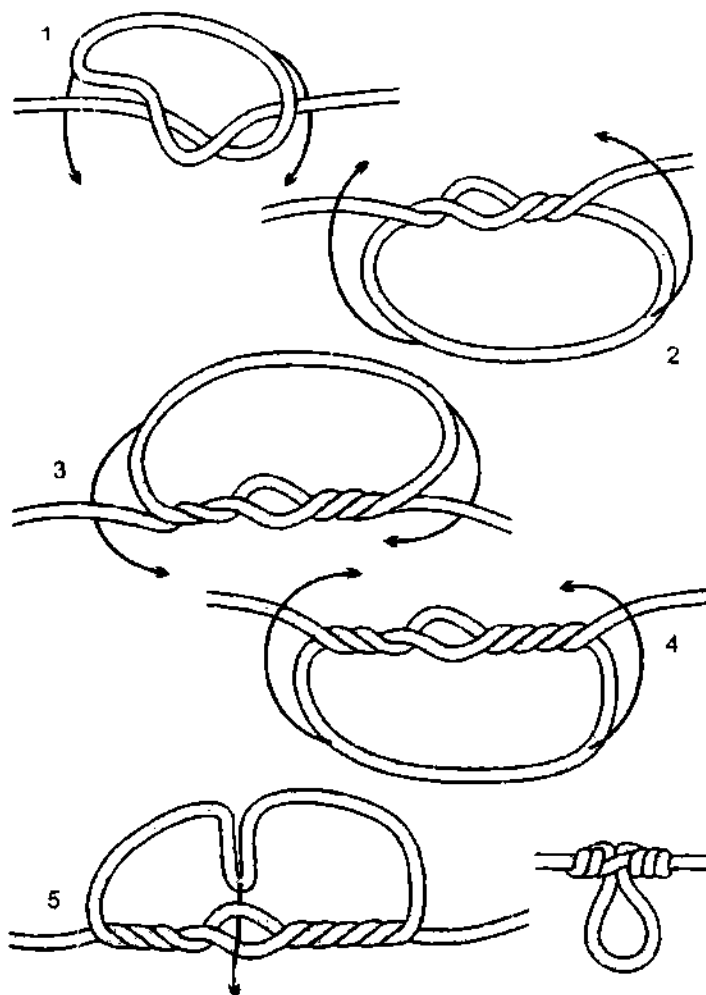

Рис. 177. 1-й способ вязки *петлевого узла*. Рабочая петля оборачивается вокруг очка.
*Петлевой узел* – это *бурлацкая петля* с большим количеством шлагов-перекрутов – от 2 до 5 (рис. 177). Также как и *бурлацкая петля*, *петлевой узел* вяжется из *сваечного узла*. *Петлевой узел* сильно затягивается, поэтому